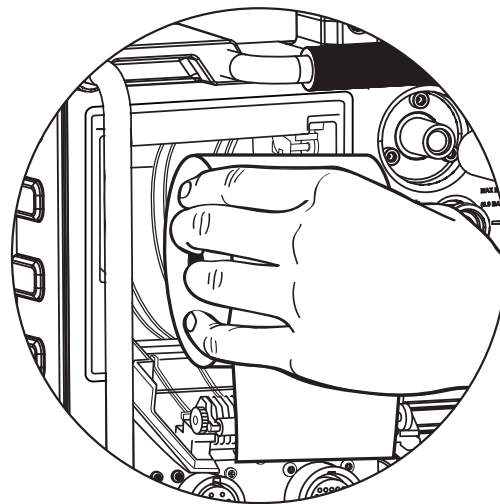

図 52 — ロール型プリンター用紙をセットする
3. 新しいロール型プリンター用紙をセットします（図 52 参照）。